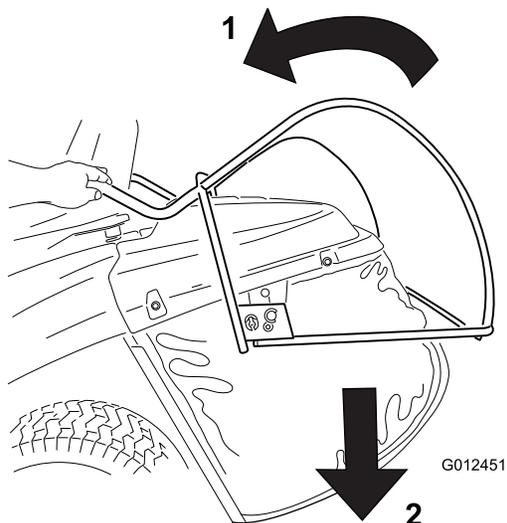

Figura 17
3. Tire de la palanca de volteo del recogehierbas hacia adelante para volcar el recogehierbas (Figura 17).